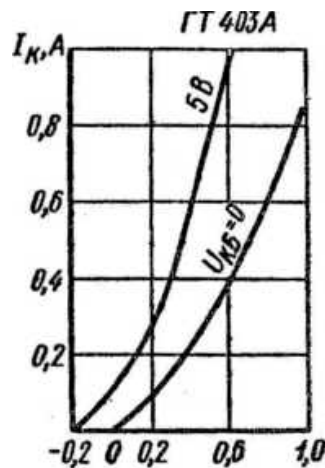

Рис. 4.3. Входная характеристика
6. По входной характеристике транзистора ГТ403А в схеме с общей базой (рис. 4.3) определить входное сопротивление переменному току, если известно, что ток эмиттера изменяется в пределах от 0,15 до 0,35 А.